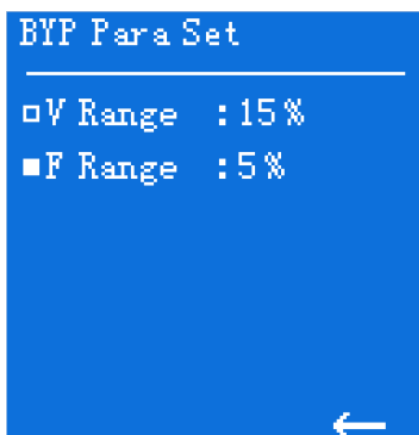

Рис.4-11 Настройка параметров Байпаса
- BYP Para Set - настройка (установка) параметров Байпаса — рис.4-11;